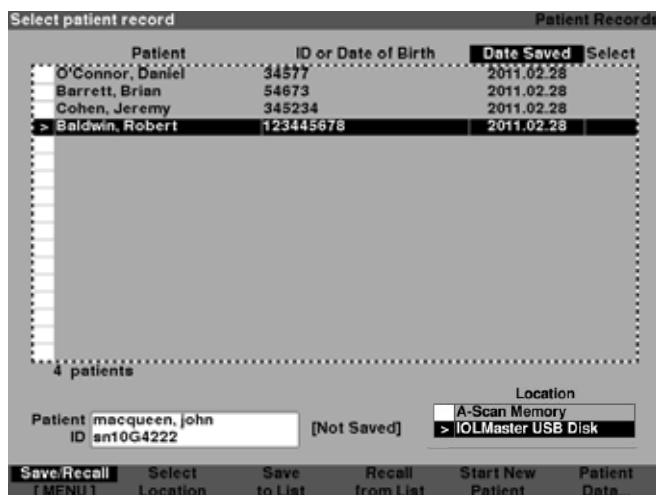

Figura 3-29 Registro del paciente guardado
1. Presione el botón “Patient Records” (Registros de pacientes) ubicado en el lado derecho del instrumento. Este mostrará la pantalla Patient Record (Registro de pacientes), como se muestra en la Figura 3-29, en la página siguiente.